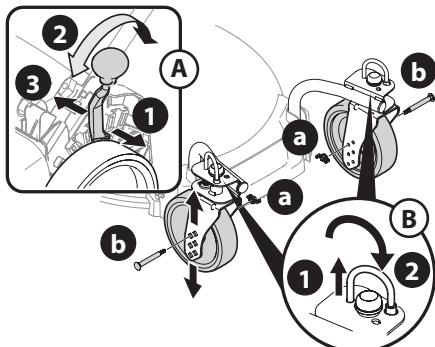

Figure 24
NOTE : Le levier de réglage des roues arrière est situé sur la roue arrière gauche (Figure 24).
- NOTE :** La hauteur des roues avant est déterminée par la position du boulon sur chaque fourche (Figure 24).
6. Les roues pivotantes peuvent se déplacer librement ou être verrouillées en position de marche en ligne droite (Figure 24).